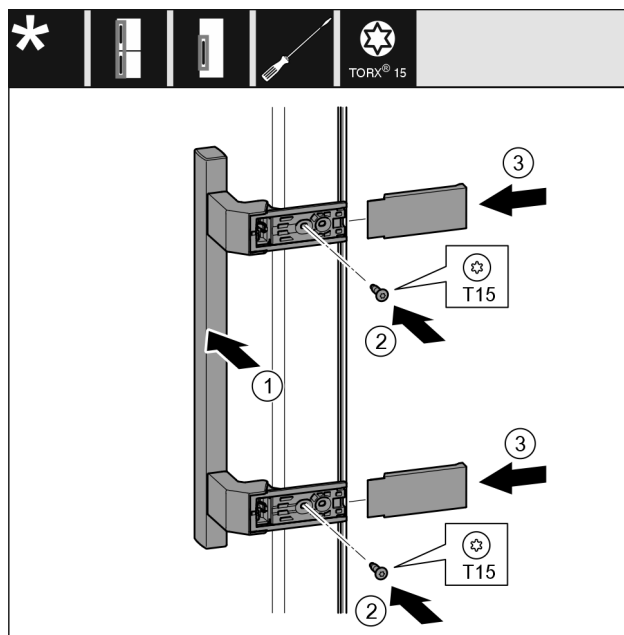

Fig. 20
- Namestite ročaj Fig. 20 (1) na nasprotno stran.
- Zategnite vijake Fig. 20 (2) z izvijačem.
- Pristavite pokrove Fig. 20 (3) na strani in jih potisnite gor.